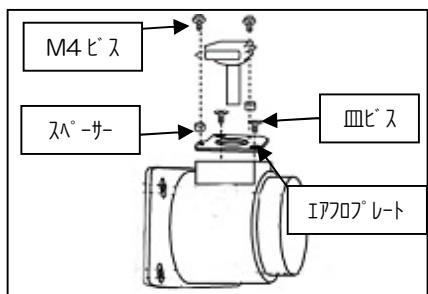

図5
- ①図5を参考にエアフロアダプター、エアフロプレート、エアフロセンサーを組み立てます。